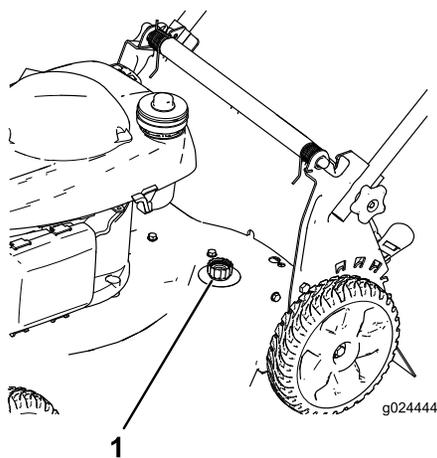

Figura 23
4. Conecte una manguera de jardín que esté conectada a un grifo al orificio de lavado de la máquina (Figura 23).